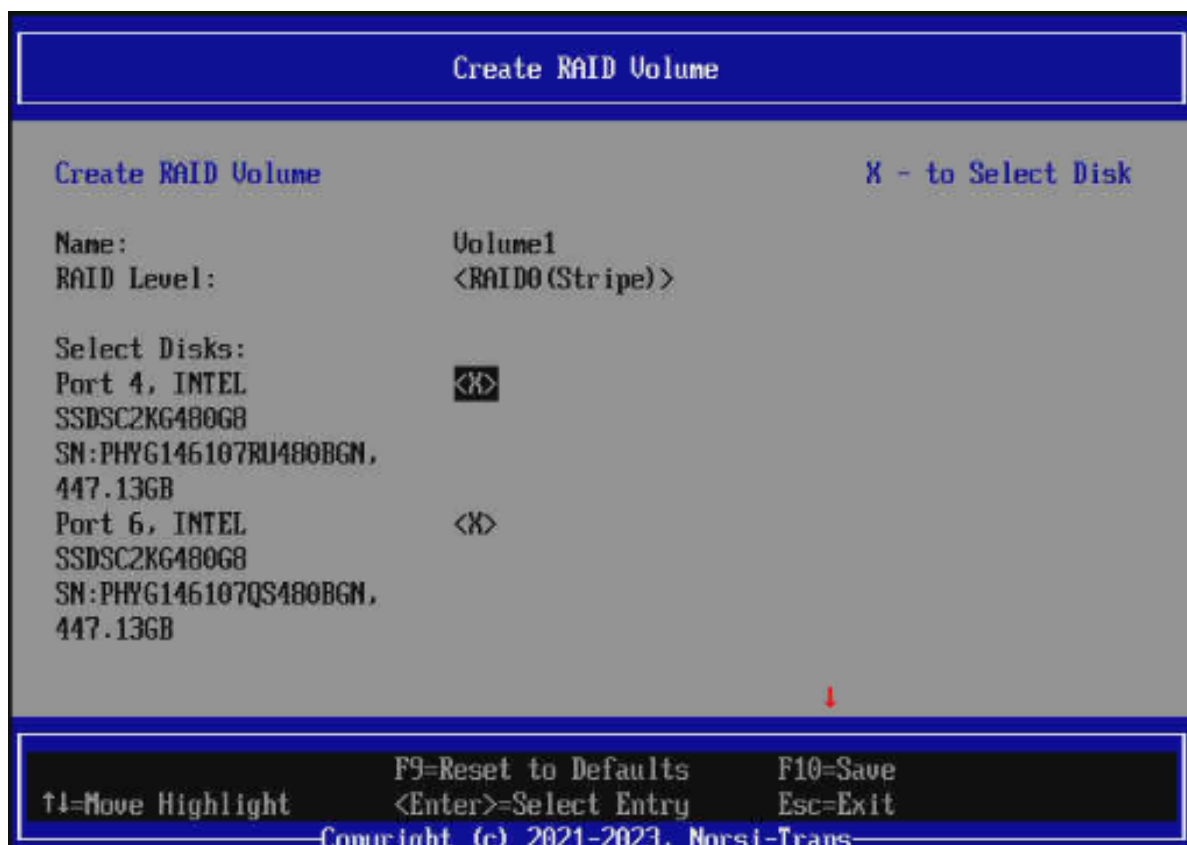

Рис. 83. Меню Create RAID Volume
- 7) Выбираем нужные HDD для массива. Окно показано на рис. 83 Меню Create RAID Volume